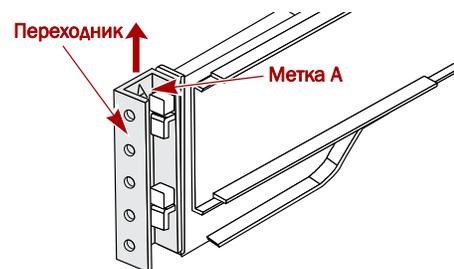

Рисунок 7. Присоединение переднего переходника
- Установите **переходники** (Рис. 7) с обеих сторон направляющей: